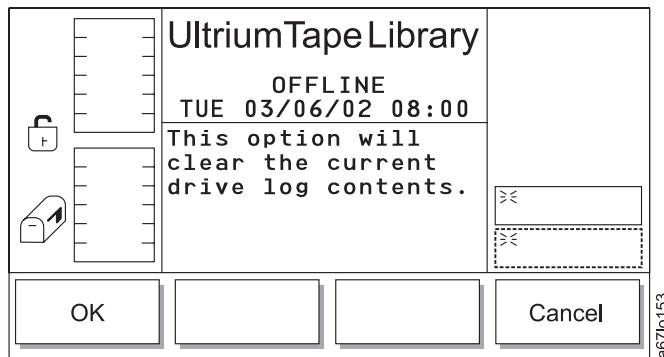

Abbildung 104. Dialog zum Löschen des Protokolls
- Wird **Clear Log** ausgewählt, erscheint der Dialog zum Löschen des Protokolls (siehe Abb. 104 auf Seite 125).
Tabelle 53. Übersetzung von Abb. 104, Dialog zum Löschen des Protokolls